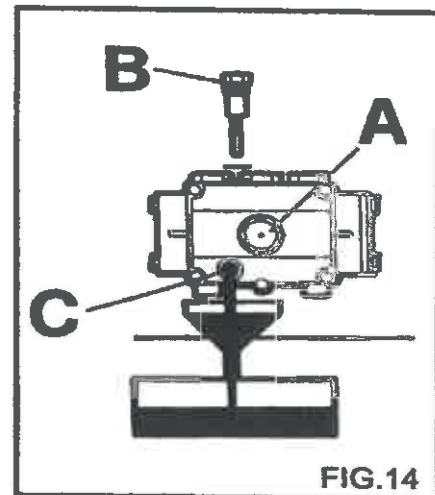

FIG.14
Regelmäßig den Ölstand in der Hochdruckpumpe entweder am Kontrollfenster (FIG. 14 A) oder mit dem Kontrollstab (FIG. 14 B) prüfen. Sollte das Öl ein milchiges Aussehen haben, sofort den Kundendienst anrufen.
- 1) Den Ablaufdeckel unterhalb der Pumpe (FIG. 14 C) aufdrehen.
- 2) Den Deckel mit dem Kontrollstab (FIG. 14) aufdrehen.